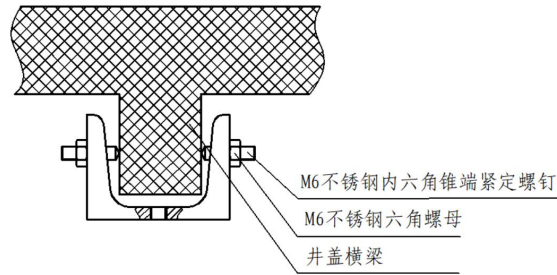

图 7 U型槽钢安装示意图
3) 如图 7 示，将加工好螺纹孔的 U 型槽钢使用 M6 锥端紧定螺钉夹紧固定于井盖横梁上，待完全夹紧后，拧紧 M6 六角螺母将其锁紧。